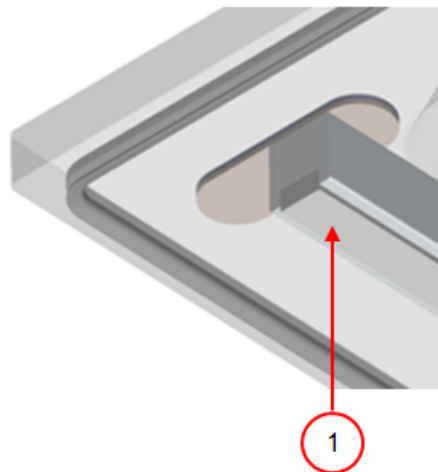

Abbildung 17: Austausch des Silikongummis der Silikonhalter
1. Ziehen Sie das alte Silikongummi vom Halter ab, vgl. *Abbildung 17: Austausch des Silikongummis der Silikonhalter* auf Seite 65.